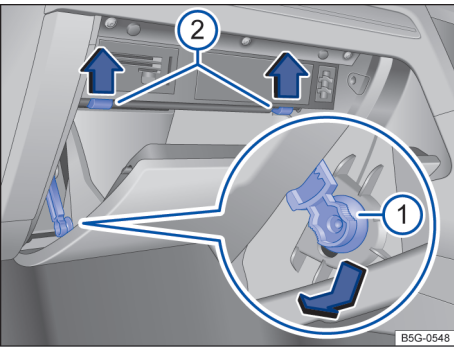

Fig. 176 Cobertura da caixa de fusíveis no painel de instrumentos: veículos com direção à direita, no lado do passageiro dianteiro.
- Empurrar o elemento de freio para baixo na abertura do suporte e retirar lateralmente → Fig. 176 .
- Pressionar os pinos batente para cima no sentido da seta e ao mesmo tempo abrir mais o porta-luvas → Fig. 176 .
- Para *instalar*: colocar o porta-objetos na posição. Inserir o elemento de freio na abertura do suporte e empurrar para cima até que se possa ouvir que encaixou. Pressionar o porta-objetos cuidadosamente para frente por cima da resistência do pino de batente → Fig. 176 .